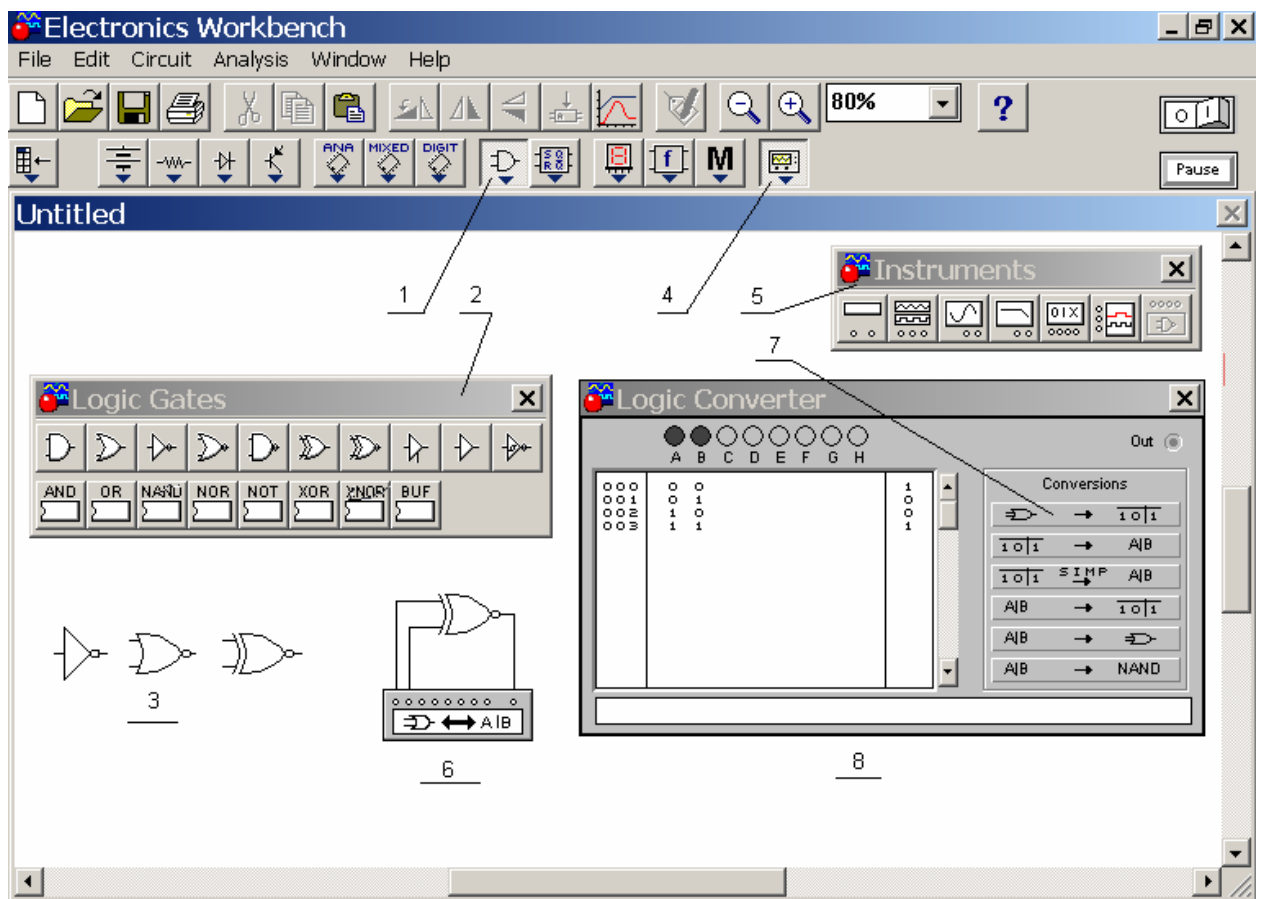

Рис. 36. Выбор компонентов
Рассмотрим построение таблиц истинности для логических элементов, при помощи системы EWB 5.12. Последовательность операций для получения таблиц истинности логических элементов будем проводить с помощью рис. 36.
1. В меню системы EWB 5.12 выбираем значок с именем **Logic Gates**, отмеченный на рис. 36 цифрой 1;
2. Из панели **Logic Gates** (отмечена цифрой 2), на рабочем поле размещаются графические символы логических элементов NOT (НЕ), NOR (ИЛИ-НЕ), XNOR (исключающее ИЛИ-НЕ) (на рис. 36 отмечено цифрой 3);
5. Собирается схема, показанная на рис. 36 (над цифрой 6). На этой схеме таблица истинности снимается для элемента XNOR. Входы логического элемента подключаются к крайним слева клеммам прибора, выход логического элемента подключается к крайней справа клемме;
8. Для получения таблиц истинности других элементов в собранной схеме (см. схему на рис. 36, над цифрой 6) заменяются графические символы элементов из имеющихся в библиотеке **Logic Gates**.